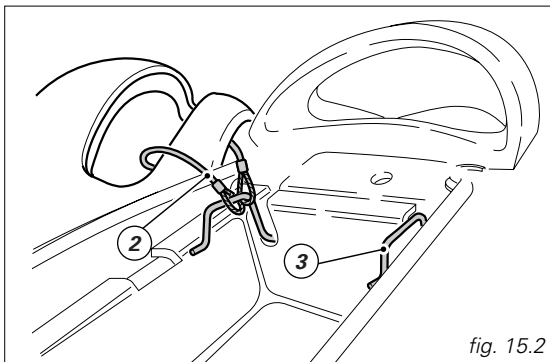

fig. 15.2
Nella parte posteriore del vano sotto la sella si trova il cavetto portacasco (2) (vedi pag. 40). Far passare il cavetto nel casco ed inserire in uno dei due ganci (3) l'estremità del cavetto. Lasciare appeso il casco (fig. 15.2) e rimontare la sella per fissarlo.